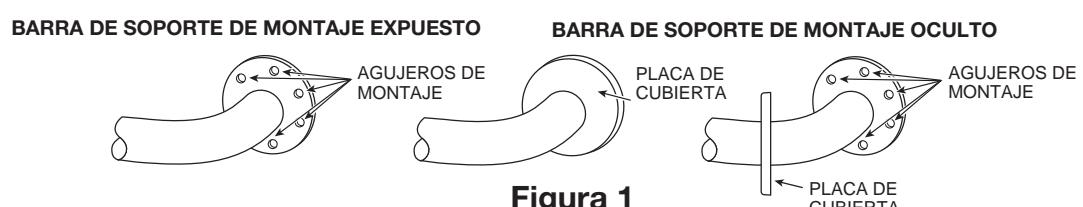

Figura 1
1. Saque la barra de soporte y las piezas del paquete. Si se usa la barra de soporte de montaje oculto, quite las placas de cubierta de los agujeros de montaje (**vea la Figura 1**).